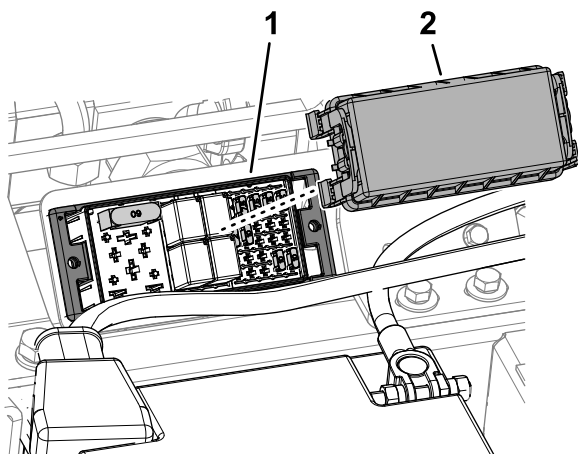

Bild 58
- Entfernen Sie die Sicherungskastenabdeckung (Bild 58)
- Installieren Sie die Sicherungskastenabdeckung (Bild 58).